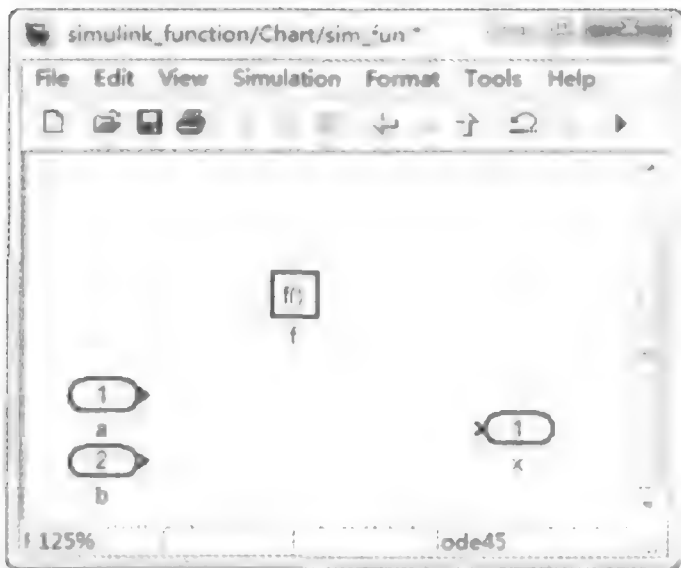

图 3.6.20 打开 Simulink 函数
(3) 双击 Simulink 函数对象,定义 Simulink 函数的子系统元素。在子系统中有与命名的函数对应的输入/输出端口和一个函数调用触发端口,如图 3.6.20 所示。